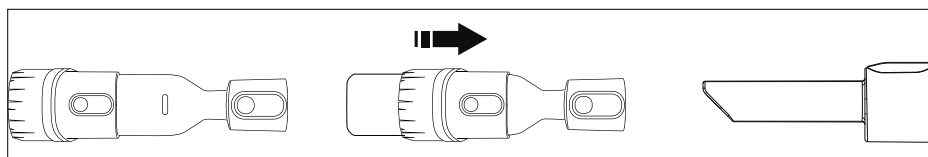

Abb. 8
- ▶ Ziehen sie die Entriegelungstaste am Staubbehälter, drehen sie den Staubbehälter vorsichtig, um den Bajonettverschluss zu öffnen, wie in Abb. 8 gezeigt.
- ▶ Entnehmen Sie die Filterhalterung (19) und leeren den Staubbehälter über einem Mülleimer.
- ▶ Ziehen Sie die Entriegelungstaste am Staubbehälter, drehen Sie den Staubbehälter vorsichtig, um den Bajonettverschluss zu öffnen, wie in Abb. 8 gezeigt.
- ▶ Entnehmen Sie Filterhalterung (19) und daraus den Hepa-Filter (20).